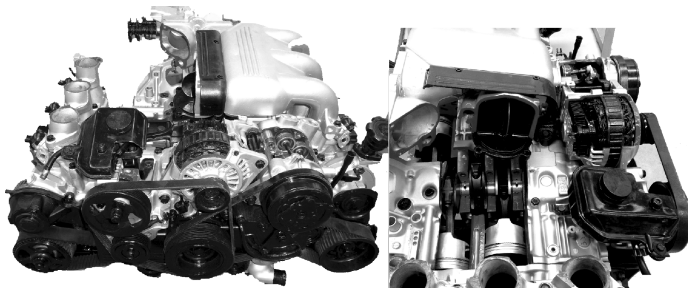

图 1-28 水平对置式
(3) **水平对置式** 发动机活塞平均分布在曲轴两侧, 在水平方向上左右运动。这种类型的发动机安装在整车的中心线上, 两侧活塞产生的力矩相互抵消, 大大降低了车辆在行驶中的振动, 使发动机转速得以较大提升, 并降低了噪声, 如图 1-28 所示。使用车辆有保时捷除卡宴、帕纳梅拉外全系和斯巴鲁全系。